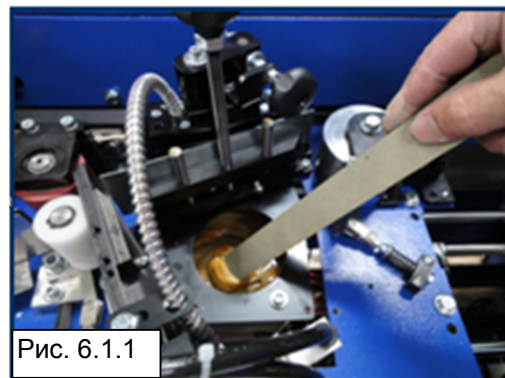

Рис. 6.1.1
3. Деревянной палочкой, размером приблизительно 4x1 см, приподнимите одну сторону клея. **ЗАПРЕЩАЕТСЯ** использовать металлические инструменты (Рис. 6.1.1).